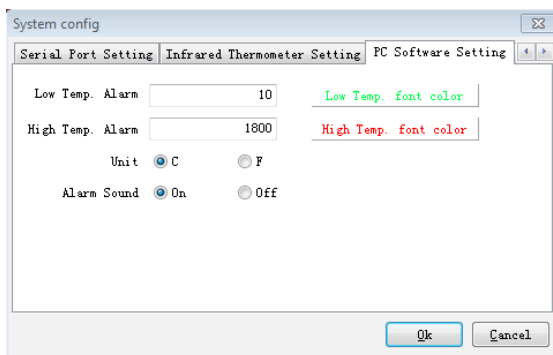

Рис. 2
3.4.2 Для настройки верхнего предела (High. Temp. Alarm), нижнего предела (Low. Temp. Alarm), звуковой сигнализации (Alarm Sound) и единиц измерения (Unit) перейдите на третью вкладку (PC Software Setting) (рис. 2).